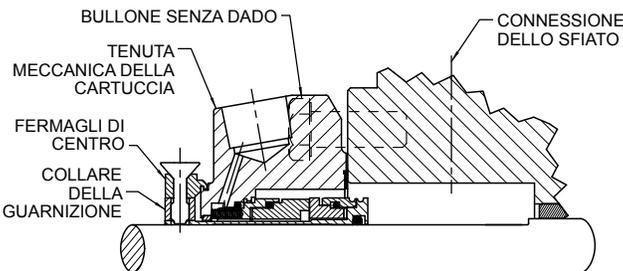

FIGURA 12
1. Cartuccia (**Figura 12**)
2. Ricoprire l'albero e l'O-ring nel diametro interno della guaina della tenuta a cartuccia con abbondante olio leggero. Vedere **Figura 12**.